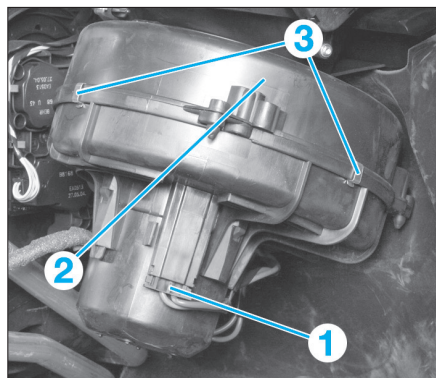

FIG. 15
- le connecteur (1) du motoventilateur (2) (Fig.15),
- les 6 agrafes (3),